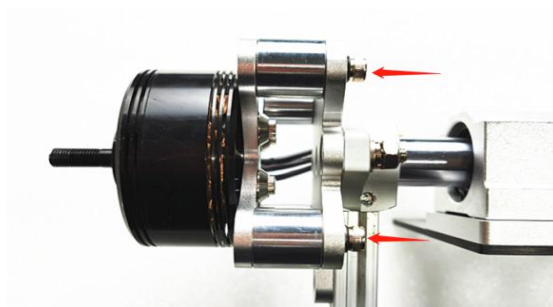

图2.1.5 电机安装完成图
(3) 使用螺栓将电机和电机安装座整体固定在测试台轴端板上，注意电机出线在电调安装板一侧，电机安装完成如图2.1.5所示：